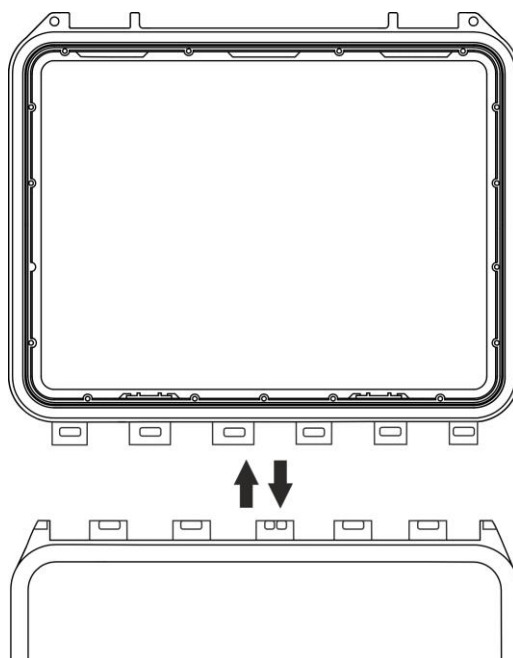

Fig. 7: Retrait du couvercle de la mallette de l'instrument – Étape 3
3. Retirer le couvercle de la mallette de son emplacement comme indiqué dans la suivante Fig. 7